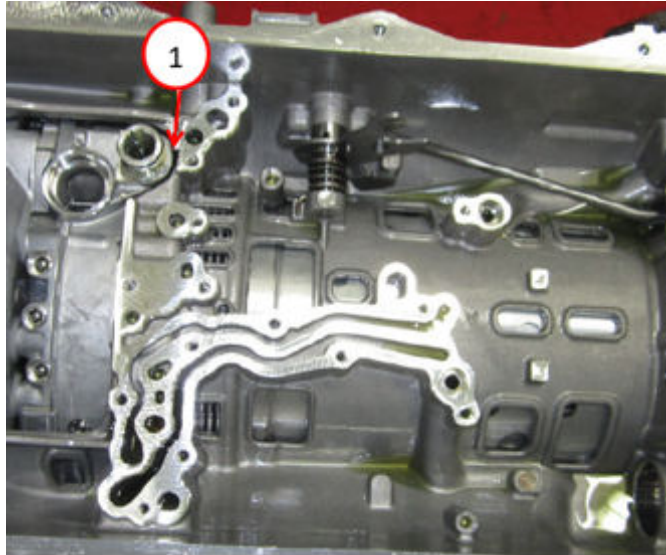

Fig. 16
24. Remove the B clutch spring damper Fig. 16.